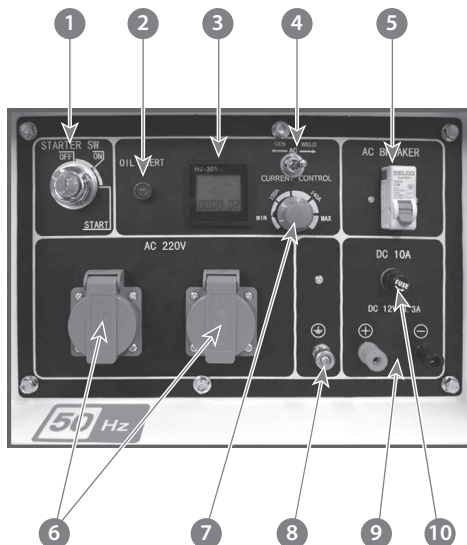

Рис. 2 Панель управления
1. Отключите все потребители электроэнергии от сварочного генератора и установите переключатель режимов в положение «GEN» (генератор), а выключатель сети (Рис. 2 п. 5) в нижнее положение (OFF).